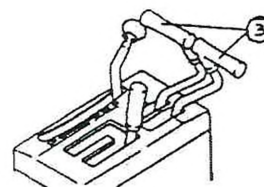

Рис. 2-6
### 2.2.1.3 Рычаг рулевого управления (3) (Рис. 2-6)